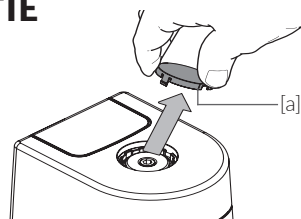

Fig. 7.1
- / Desserrer le bouchon [a] avec précaution : faire levier sous l'encoche, retirer le bouchon [a] (Fig. 7.1)